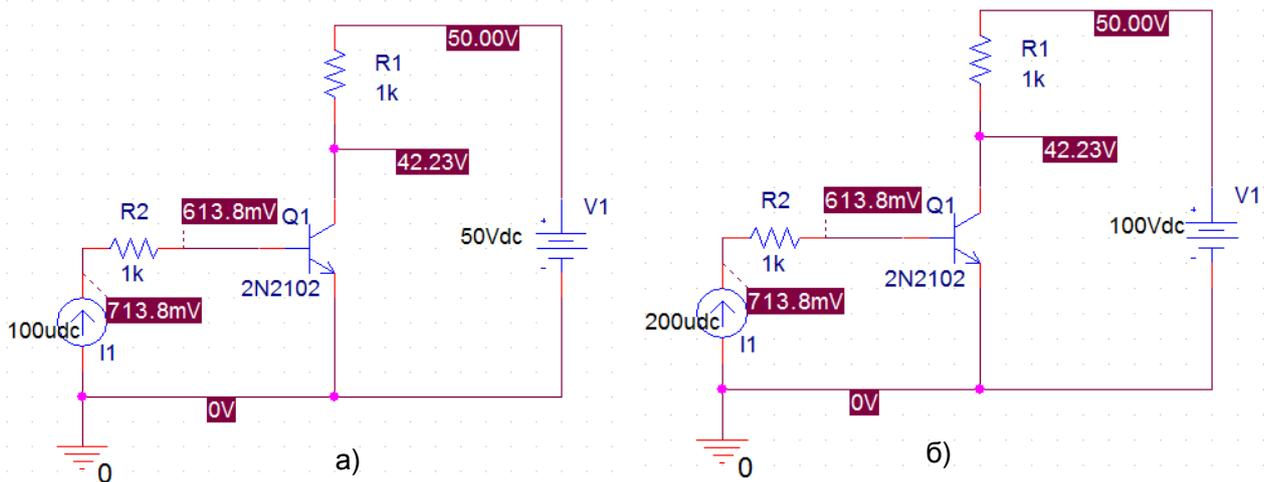

Рис. 2.43. Проверка загрузки точки смещения
1. Измените схемы как показано на рис. 2.43.а. Запустите симуляцию с помощью параметра Save Bias Point в диалоговом окне «Параметры моделирования». Результаты моделирования соответствуют новым значениям параметров.
Вернитесь к исходной схеме с током базы 200 мкА и напряжением питания 100 В (рис. 2.43.б).